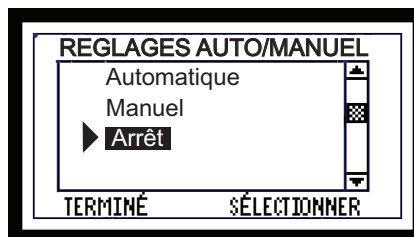

Figure 34.1
- Réglez la télécommande murale sur ARRÊT au moyen de l'écran RÉGLAGES AUTO/MANUEL. **Figure 34.1.**
Après l'entretien, redémarrez l'appareil au moyen de l'écran RÉGLAGES AUTO/MANUEL. **Figure 34.1.**